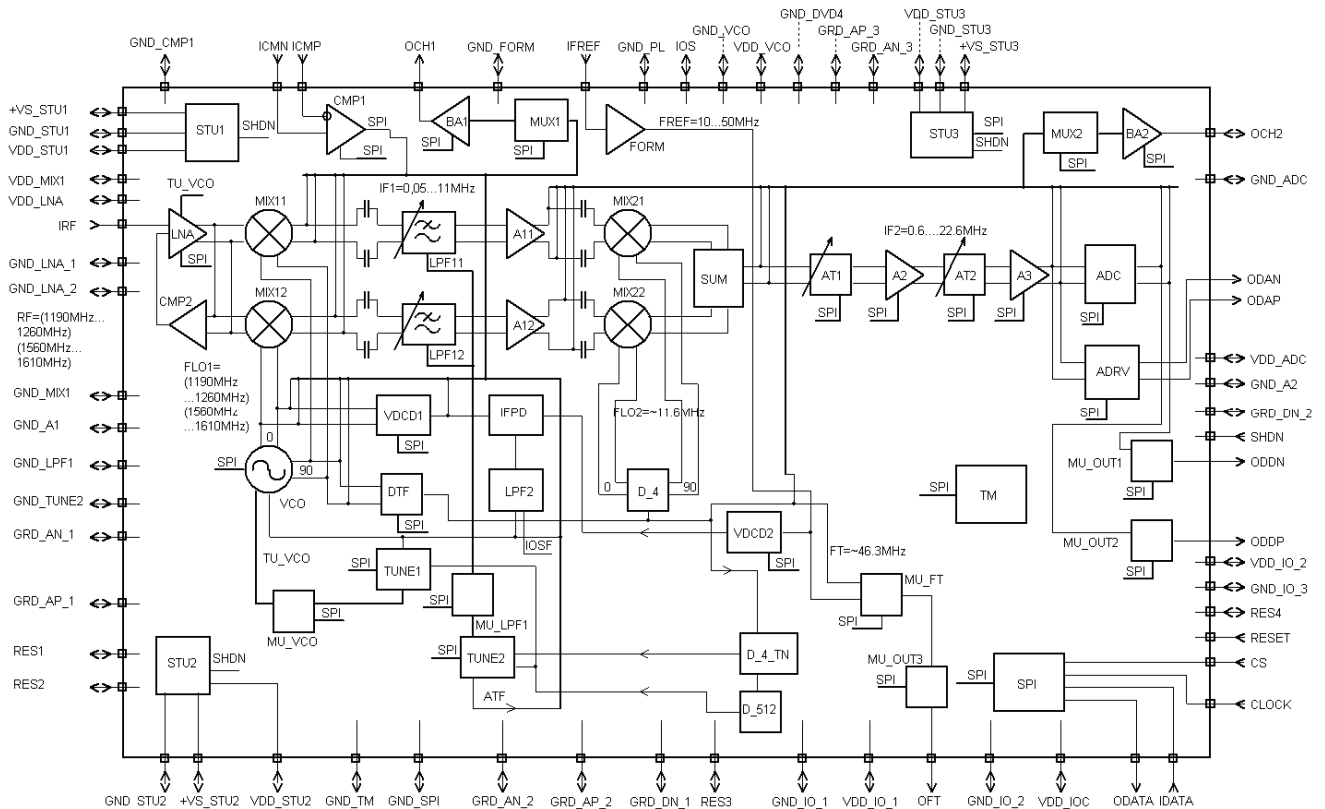

Рисунок 4 – Схема электрическая структурная РПУ
4.3 Схема электрическая структурная РПУ приведена на рисунке (Рисунок 4). Перечень блоков схемы электрической структурной приведен в таблице (Таблица 9).